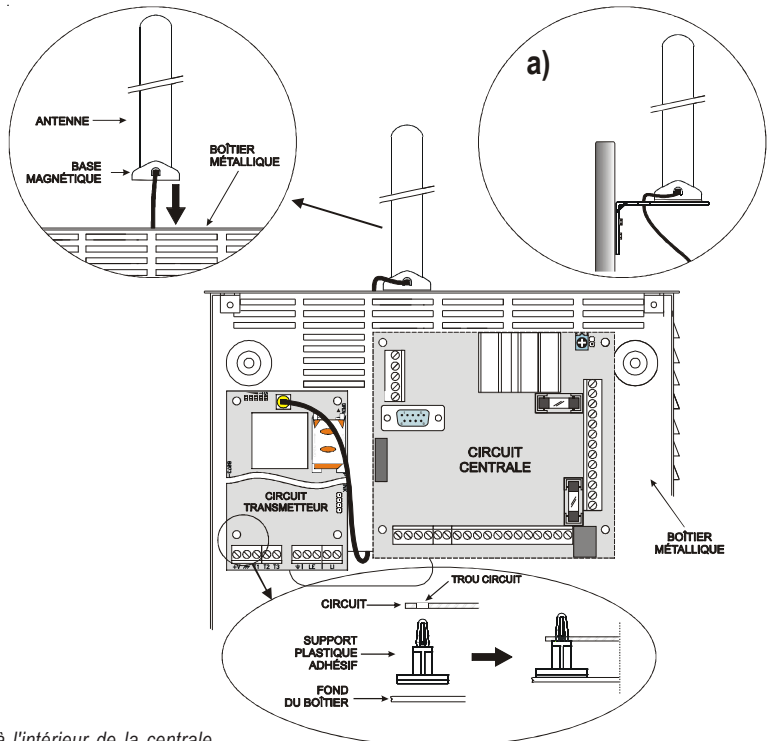

Fig. 2 - Montage carte à l'intérieur de la centrale.
3. Positionner les 4 supports plastiques adhésifs [14] sur le fond du boîtier métallique, puis insérer dans les trous [7] présents sur le Circuit Électronique, les supports adhésifs, tel qu'illustré sur la Figure 2.
- 4a. Positionner l'antenne [1] sur le boîtier métallique (Fig.2) de sorte que la base magnétique [2] adhère à la surface. Passer le cordon de l'antenne dans une ouverture pour le passage des câbles.